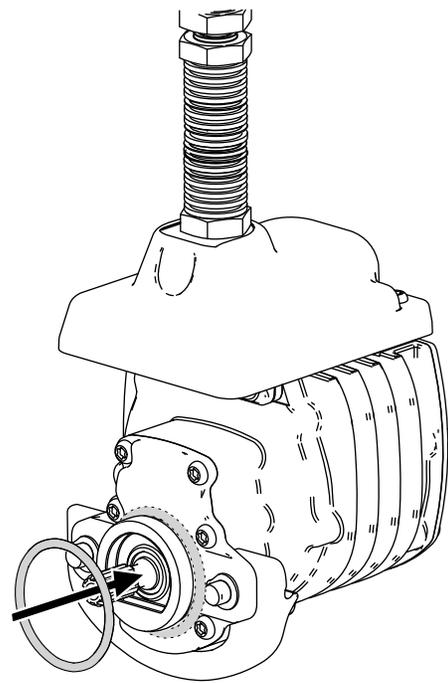

図 9
3. 各リールモータに、図 9のようにOリングを取り付ける。